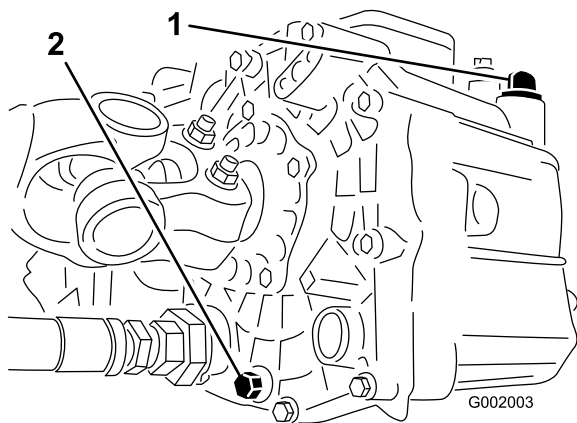

Figure 55
3. Enlevez le bouchon de vidange sur le côté du réservoir et faites couler l'huile dans le bac de vidange (Figure 55).